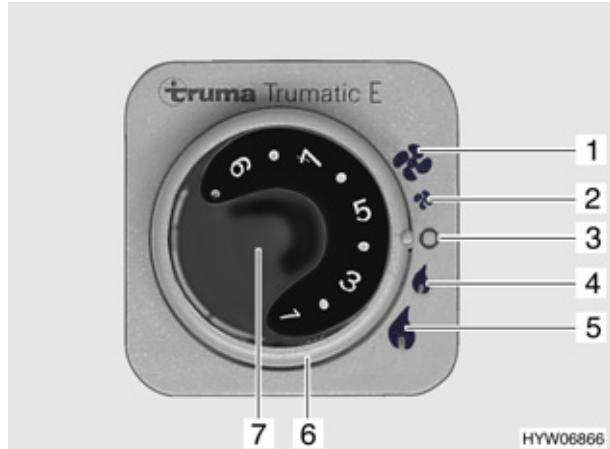

Bild 112 Bedieneinheit für Trumatic E
- Temperaturdrehknopf (Bild 112,7) auf gewünschte Heizstufe stellen.
- Drehschalter (Bild 112,6) auf gewünschte Leistung stellen:
- ▶ große Leistung (Bild 112,5)
- ▶ kleine Leistung (Bild 112,4)
- Drehschalter (Bild 112,6) auf "O" (Bild 112,3) stellen.
- ▶ große Leistung (Bild 112,1)
- ▶ kleine Leistung (Bild 112,2)